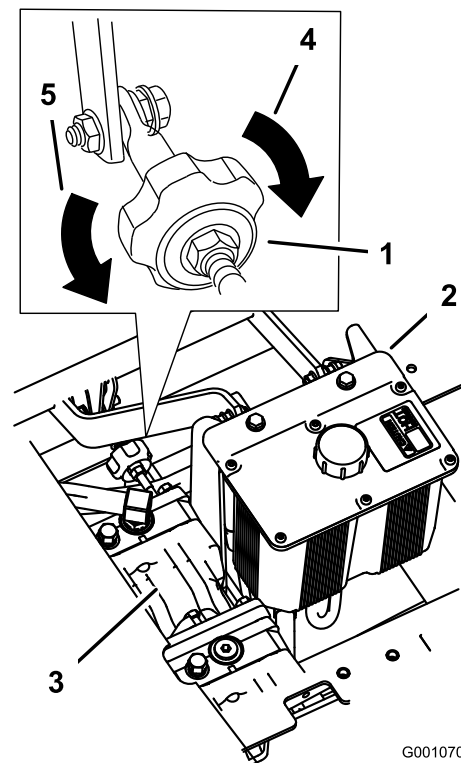

Figura 52
4. Per spostare la macchina a destra, girate la manopola verso il lato destro della macchina; Vedere Figura 52.
5. Per spostare la macchina a sinistra, girate la manopola verso il lato sinistro della macchina. Vedere Figura 52.